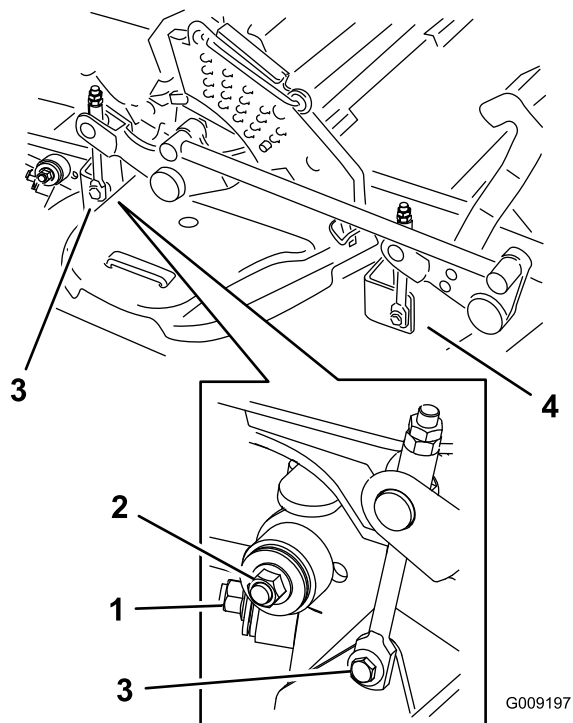

Figure 104
8. Enlevez et mettez de côté les fixations des deux côtés du plateau, comme montré à la Figure 104.